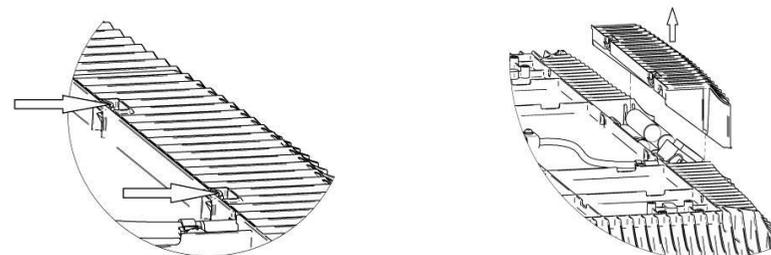

Рисунок 3 Снятие декоративной крышки драйверного отсека
5.3 Для снятия декоративной крышки драйверного отсека потянуть крышку вверх (см. рис. 3)